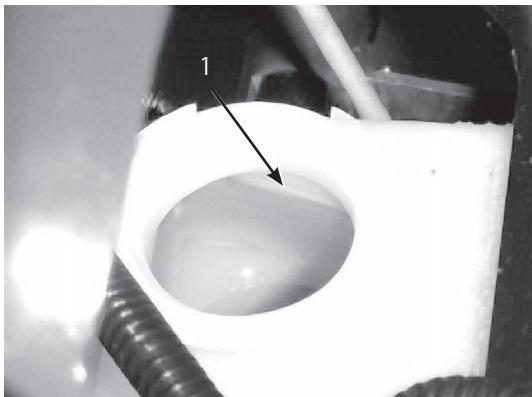

図8
2. タンクのFULLマークまでオイルが入っているのを確認する(図8)。